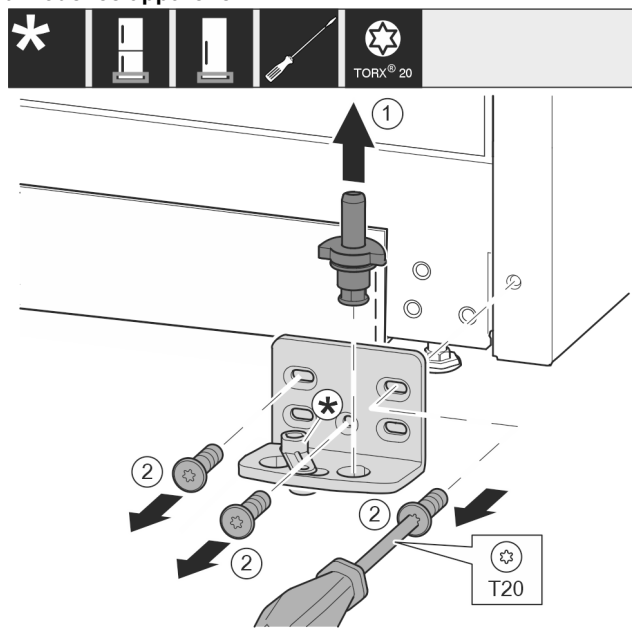

Fig. 15
- Sortir complètement l'axe de palier par le haut. Fig. 15 (1)
- Desserrer les vis avec le tournevis T20 et enlever le support de palier. Fig. 15 (2)